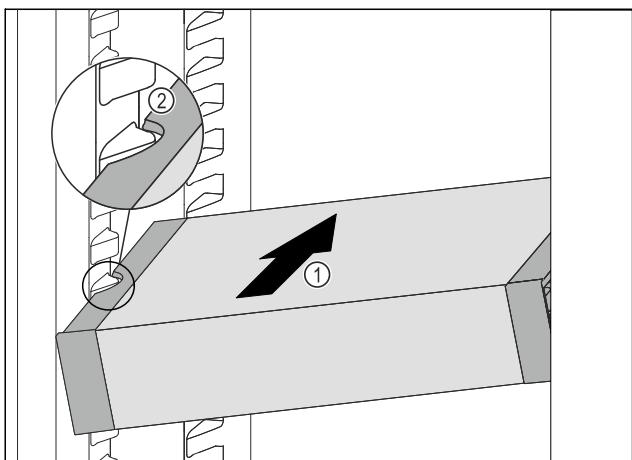

Fig. 123
- Împingeți VarioSafe oblic în frigider Fig. 123 (1), până când degajările laterale Fig. 123 (2) ale VarioSafe se află la înălțimea nervurii recipientului din frigider.